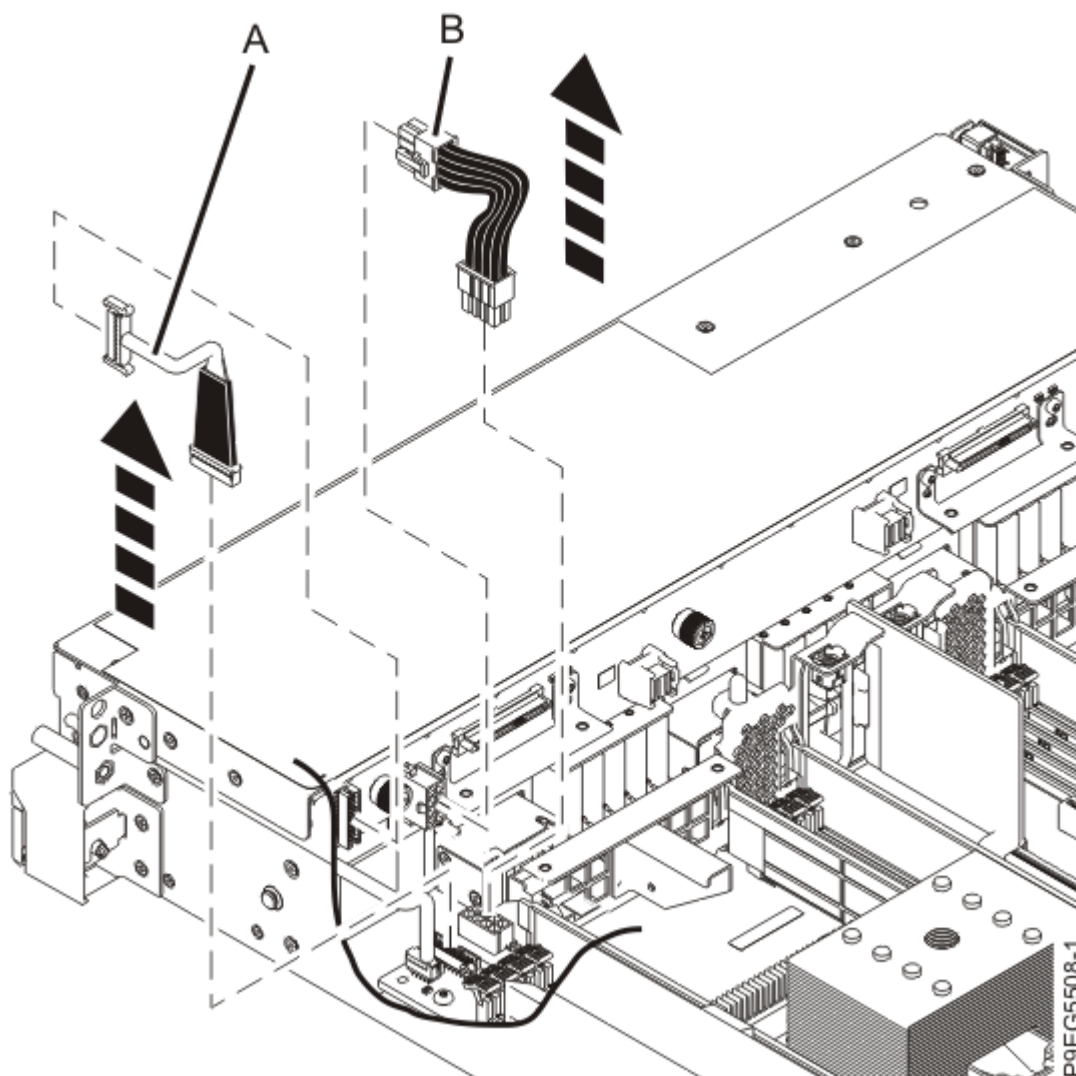

Figura 41. Desconexión del cable de señal y del cable de alimentación
3. Etiquete y desconecte el cable de señal **(A)** de la placa posterior de la unidad de disco tal como se muestra en la Figura 41 en la página 49.